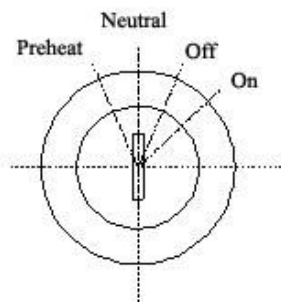

Рисунок 1-9 Запуск двигателя
1.5.2.3 Пример запуска двигателя (Рисунок 1-9)